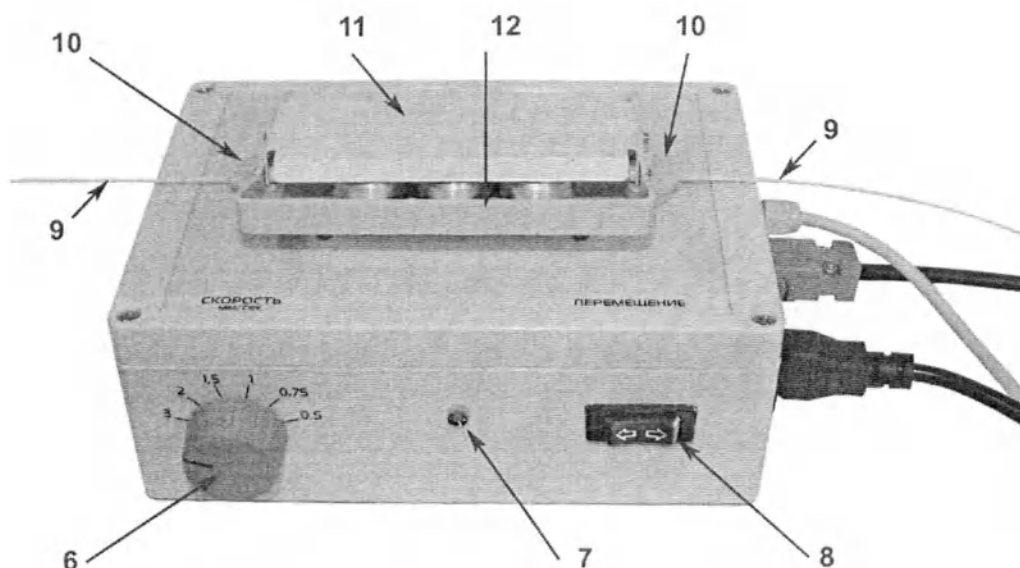

Рисунок 4. Вид Позиционера сверху с установленным световодом.
ВНИМАНИЕ При использовании кнопки-переключателя ПРЕДВАРИТЕЛЬНОГО НАТЯЖЕНИЯ поз.8 рис.4 значение скорости, УСТАНОВЛЕННОЕ ПЕРЕКЛЮЧАТЕЛЕМ СКОРОСТЕЙ поз.6 рис. 4, увеличивается в пять раз до значений указанных в табл. 1 разделе Скоростные характеристики.
- Ручку переключения скоростей поз. 6 рис. 4 установить на параметре 3 мм/с.
➡ - Нажмите на кнопку-переключатель предварительного натяжения, где нарисована стрелка вправо поз. 8 рис. 4. Ролики должны вращаться и перемещать световод вправо в ускоренном режиме в сравнении с управлением ручной кнопкой выключения или ножным выключателем. Отпустите кнопку-переключатель.
⬅ - Нажмите кнопку-переключатель предварительного натяжения, где нарисована стрелка влево поз. 8 рис. 4. Ролики должны вращаться и перемещать световод влево в ускоренном режиме в сравнении с управлением ручной кнопкой выключения или ножным выключателем. Отпустите кнопку-переключатель.
- Поднимите ручку прижима поз. 12 рис.4.
- Вложите световод между роликов и в пазы упоров поз. 10 рис. 4.
- Опустите ручку прижима поз. 12 рис.4 направив ее плавным движением вниз, после того как она опустится довести ручку до упоров, если это необходимо.
- Подготовьте световод к началу проведения операции используя специальные методические указания и органы управления Позиционера, расположенные на панели Позиционера с переключателями рис. 4.